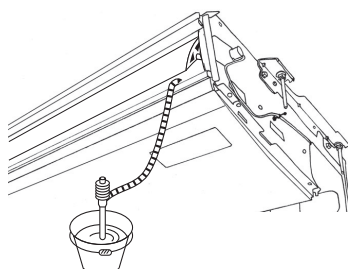

Fig. 5-3
1. Құрылғымен бірге келген түйіскен розетканы ⑤ құрылғыдағы дренаж портына винилхлоридті желіммен бекітіңіз.
2. Құрылғымен бірге келген розетка қабын ⑥ түйіскен розеткаға ⑤ бекітіңіз.
3. Өрістік дренаж құбырының төсемесін (VP-20) түйіскен розеткаға ⑤ винилхлоридті желіммен бекітіңіз.
4. Құрылғымен бірге келген дренаж құбыры төсемесінің қабын ⑦ ораңыз. (Тірісті орау)
- С Розетка қабы ⑥
- Д Түйіскен розетка ⑤
- Е Дренаж құбыры төсемесінің қабы ⑦
5. Дренаждың дұрыс екеніне көз жеткізіңіз. (Fig. 5-3)